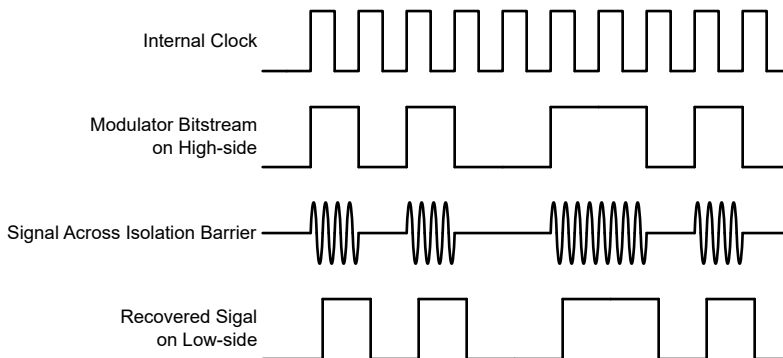

图 7-1. 基于 OOK 的调制方案
如图 7-1 中所示，AMC0x11R-Q1 使用开关键控 (OOK) 调制方案跨过基于 SiO_2 的隔离栅传输调制器输出位流。发送驱动器 (TX) 如 功能方框图 中所示。TX 跨过隔离栅发送一个内部生成的高频载波来表示数字一。而 TX 不发送信号则表示数字零。AMC0x11R-Q1 内使用的载波标称频率为 480MHz。